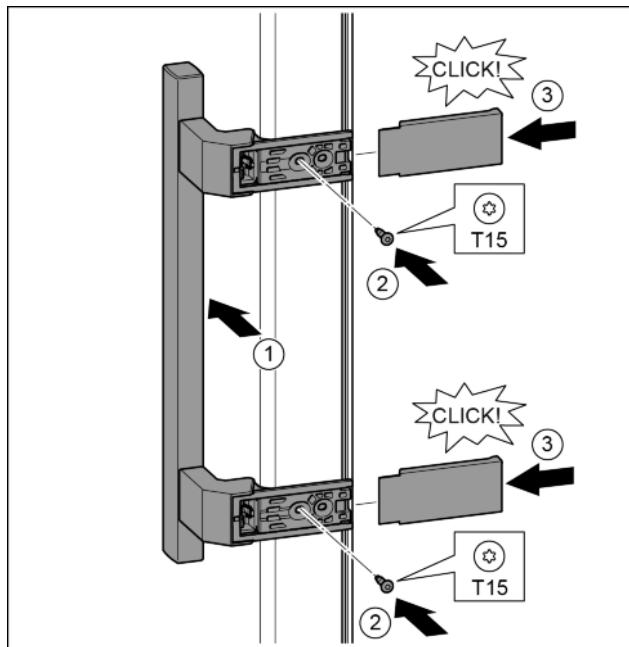

Fig. 18
- Aplicați mânerul pe partea opusă. Fig. 18 (1)
- Înșurubați ferm șuruburile cu șurubelnīța T15. Fig. 18 (2)
- Aplicați și împingeți capacele laterale. Fig. 18 (3)